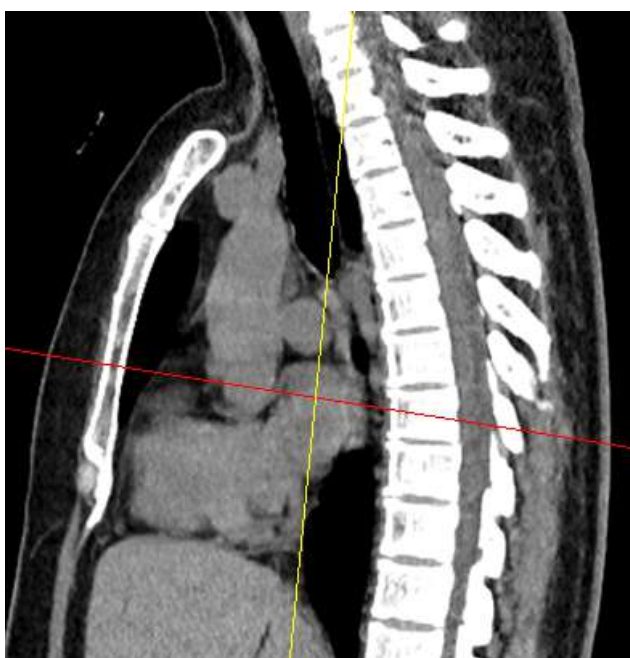

Рисунок7-29 Блокировать линии пересечения
3. Нажать на , чтобы выделить кнопку. Щелкните по перекрестной линии на изображении и перетащите или поверните, перекрестная линия сохраняет фиксированный угол, как показано на Рисунок7-29.